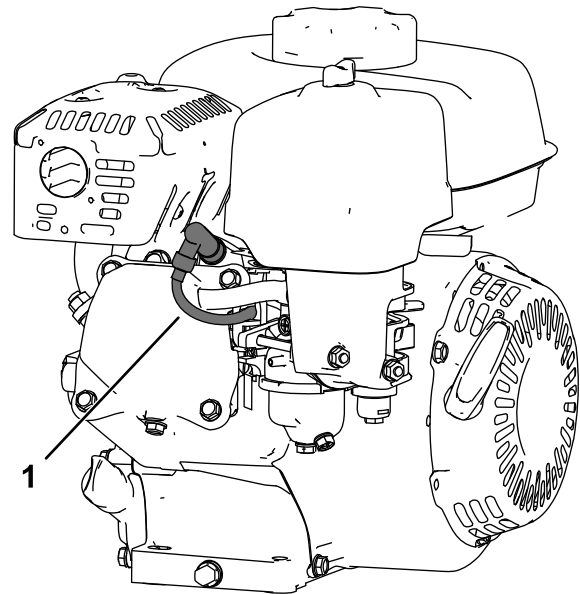

Bild 23
5. Ziehen Sie den Kerzenstecker ab (Bild 23).